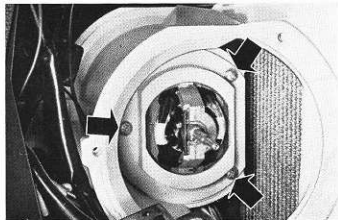

Fig. 8-64. Screws for fan motor retainer
4. Unscrew the fan motor retainer (Fig. 8-64).